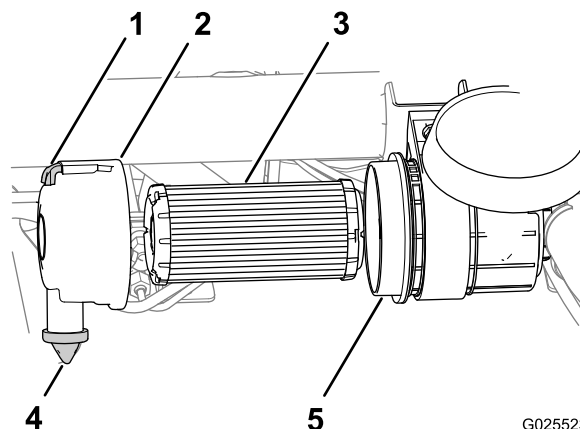

図 50
1. ラッチを引いて外し、カバーを左にひねってボディからははずす 図 50。
3. ハウジングからエアフィルタを外す 図 50。
4. エアフィルタのカバーとハウジングの内部をきれいに拭く 図 50。
5. カバーについているゴム製のダストバルブを取り外す 図 50。
6. エアクリーナのカバーについている異物排出ポートとダストバルブの内部を清掃し、ダストバルブを元通りに取り付ける 図 50。
- エアフィルタをボディ内部にしっかり取り付ける。エレメントの外側のリムを軽く押さえて確実にハウジングに密着させる 図 50。
- エアフィルタのカバーをダストバルブの6時の位置カバーの左側から見た時の位置に合わせる 図 50。
- エアフィルタにラッチを掛けて固定する 図 50。